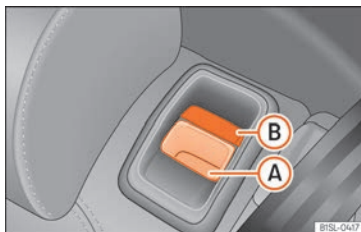

Abb. 94 Rücksitz: Entriegelungstaste (A); rote Markierung (B).
- Entriegelungstaste »» **Abb. 94** (A) nach vorn ziehen und gleichzeitig die Rücksitzlehne vorklappen.
- Die Rücksitzlehne ist entriegelt, wenn eine rote Markierung an der Taste (B) zu sehen ist.